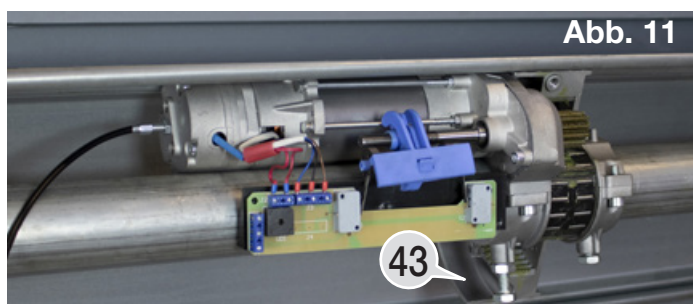

Abb. 11
- Setzen Sie das Gummilager "28" in seine Einbuchtung in der Halbkrone "27" ein. Die Halbkrone "27" an dem Getriebemotor anbringen und drehen, bis sie die in Abb. 11 gezeigte Position "43" erreicht.